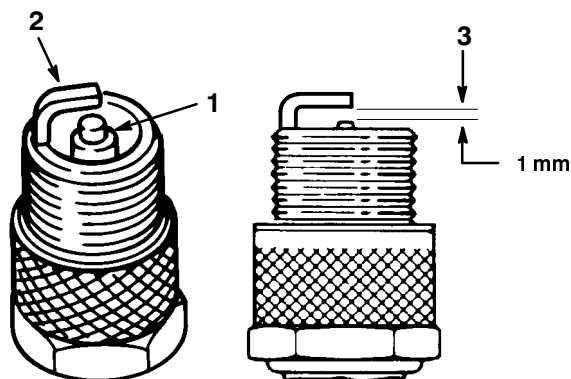

Figure 22
1. Inspectez le centre des bougies (Fig. 22). Si le bec de l'isolateur est recouvert d'un léger dépôt gris ou brun, le moteur fonctionne correctement. S'il est couvert d'un dépôt noir, c'est généralement signe que le filtre à air est encrassé.
2. Contrôlez l'écartement entre l'électrode centrale et l'électrode latérale (Fig. 22). Courbez l'électrode latérale (Fig. 22) si l'écartement est incorrect.